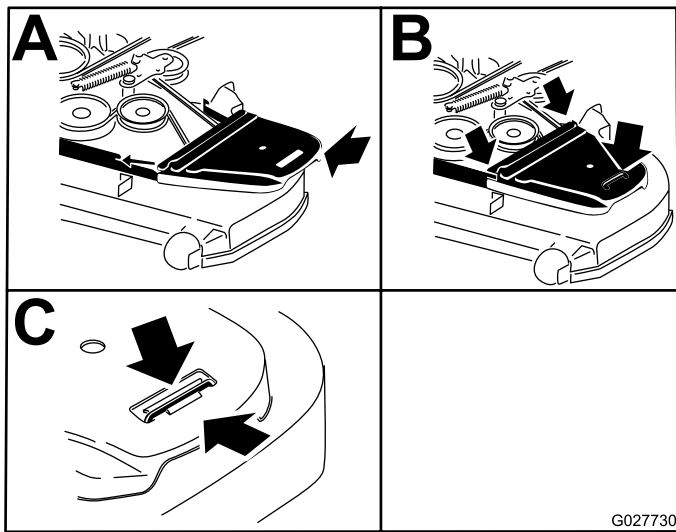

Figure 82
14. Reposez les couvercles de courroies ainsi que les boulons qui sont fixés dessus (Figure 82).